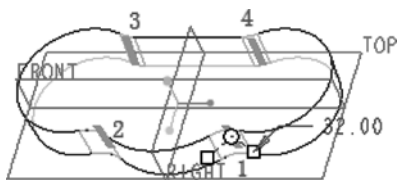

图 4-85 选择要倒圆角的边参照
- 3 按着〈Ctrl〉键分别选择如图 4-85 所示的 4 条边线。